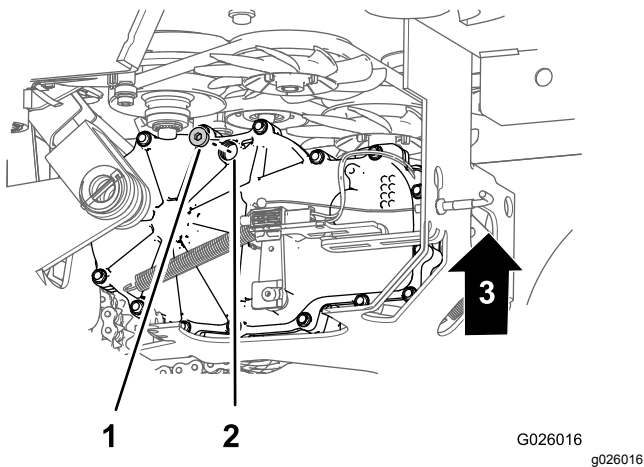

Figure 67
- Placez un bac de vidange sous les bouchons de contrôle des transmissions (Figure 66 et Figure 67).
3. Sur le côté intérieur de la transmission, près du sommet, enlevez le bouchon de contrôle de l'une des transmissions (Figure 66 et Figure 67).